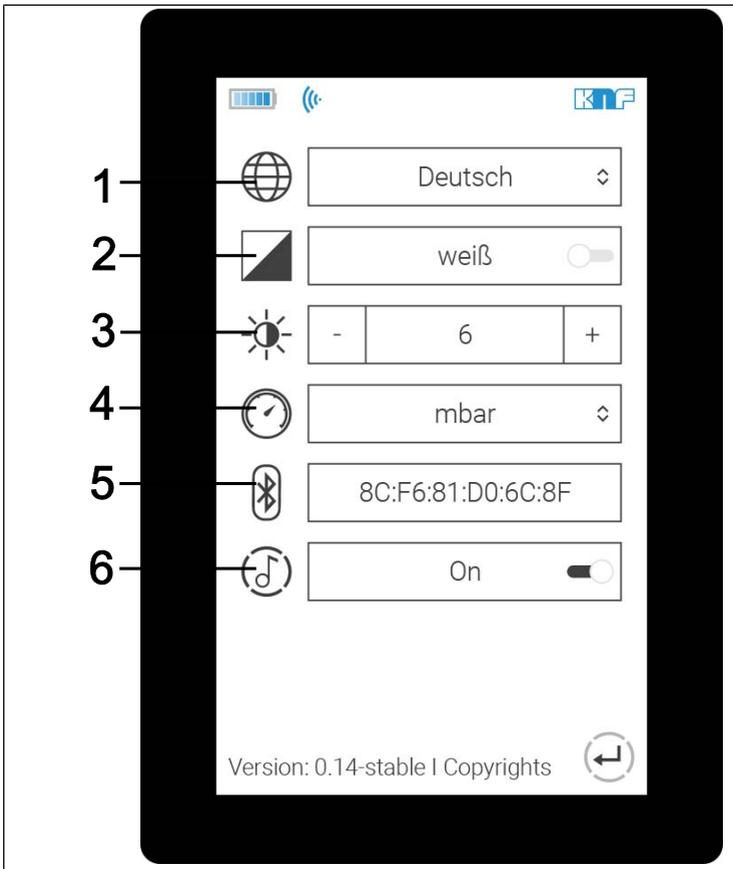
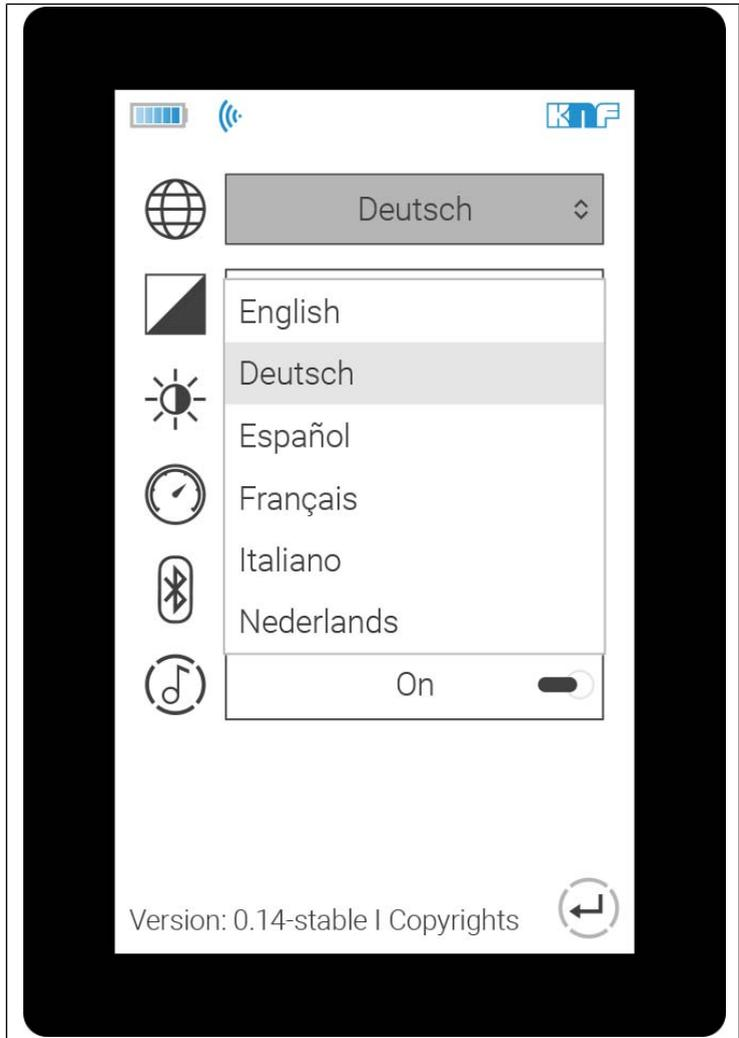

Abb. 16: Menü: Einstellungen
Abb.17: Auswahl Sprache
- Menüs zur Auswahl der Einheit der Druckanzeige (Abb. 16/4).
In den Einstellungen (Abb. 16) können Sie zwischen den Menüsprachen Deutsch, Englisch, Französisch, Italienisch, Spanisch und Niederländisch auswählen (Abb. 17).
Auswählen lässt sich die Druckeinheit über die Einstellungen (Abb. 16) und dort über das Menü Druckeinheit (Abb. 16/4).